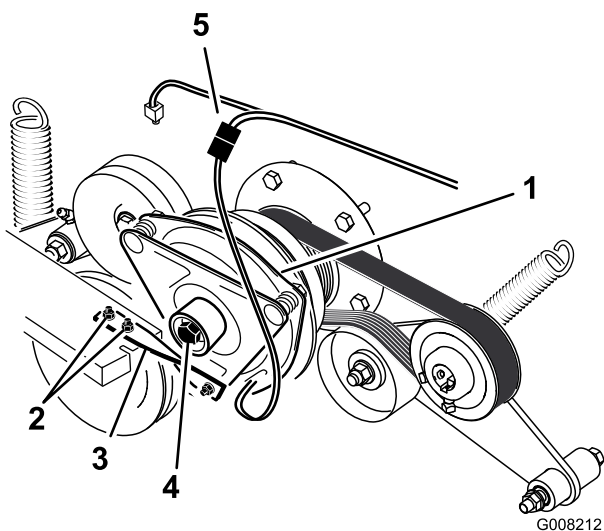

Figura 58
6. Scollegate la connessione elettrica della frizione (Figura 58).
7. Rimuovete i 2 bulloni che fissano la cinghia di gomma della frizione al telaio del tosaerba (Figura 58).
8. Rimuovete il bullone centrale che fissa la frizione all'albero motore e rimuovete la frizione e la chiave (Figura 58).
15. Tenendo l'albero a gomiti sulla parte posteriore della macchina, installate il bullone centrale e serratelo a 68 Nm (Figura 58).
16. Fissate la cinghia di gomma della frizione al telaio del tosaerba con i due bulloni e dadi precedentemente rimossi (Figura 58).
18. Collegate la connessione elettrica della frizione (Figura 58).